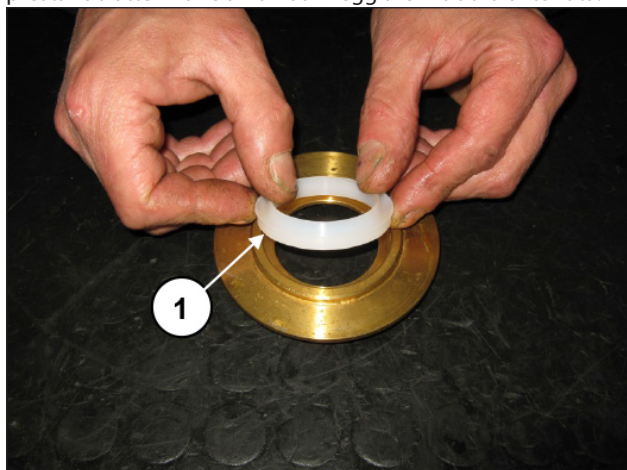

Fig. 121
Montare il raschiatore nell'alloggiamento sul supporto (pos. ①, Fig. 121) aiutandosi all'occorrenza con un tampone prestando attenzione a non danneggiare il labbro di tenuta.